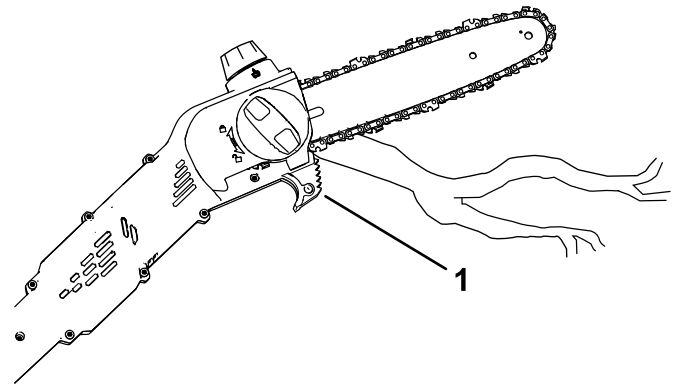

Bild 12
5. Schneiden Sie mit dem Ast nahe der Rückseite des Sägegeschwerts, nahe der Schnittführung; drücken Sie die Sägekette leicht gegen das Holz und führen Sie den Schnitt mittels dem aufliegenden Gewichts des Hochentasters durch (Bild 12).